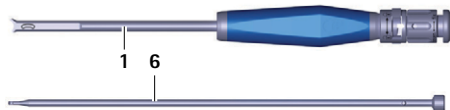

Fig. 12 Insättningsinstrumentet demonterat
- ▶ Dra ut stången **6** ur röret **1**, se Fig. 12.
- ▶ Skjut in stången **6** i röret **1**, se Fig. 12.